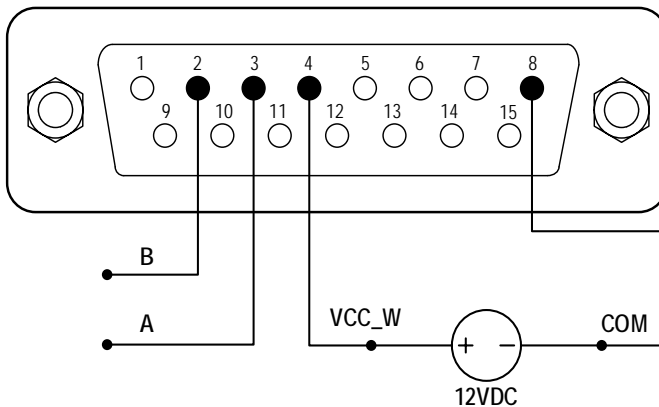

Abbildung 25. RS485 MODBUS-Verkabelung
- 1) Wenn die Stromquelle ausgeschaltet ist, verdrahten Sie den DB15-Stecker wie in Abbildung 25 und schließen ihn an den DB15-Anschluss auf der Rückseite der Pumpe an. Eine externe Gleichstromquelle wird empfohlen, um elektrische Störungen zu vermeiden.